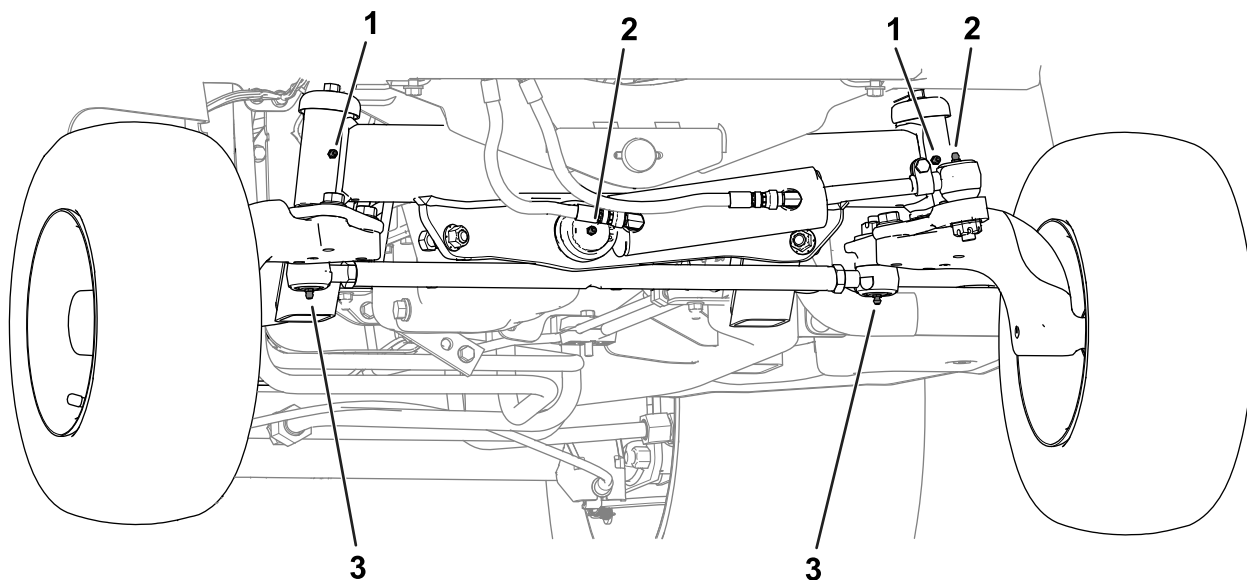

Figure 49
- Arrière de la machine (Figure 49) :
- Rotule de vérin hydraulique (2)
- Moyeux de pivot de fusée (2)
- Embouts de biellettes (2)